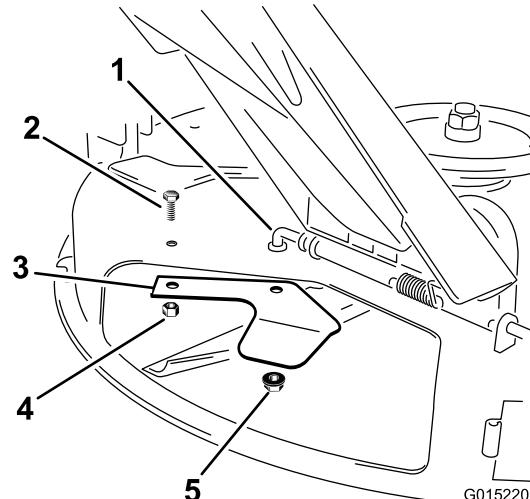

Figura 1
4. Retire las contratuerca y el perno que sujetan la chapa deflectora a la parte inferior de la carcasa (Figura 1). Guarde todas las piezas y fijaciones.
5. Introduzca la mano en el orificio de descarga, retire la placa deflectora y guarde la placa y el perno largo para su uso futuro. Guarde la contratuerca para usarla en el paso siguiente (Figura 1).